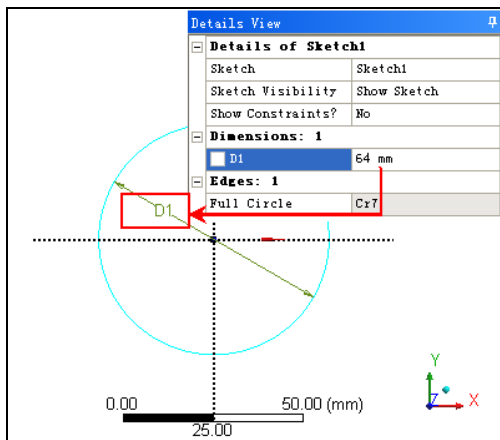

图 2-42 标注圆直径
- 步骤 02** 选择 Dimensions (尺寸) 面板中的 **General** (常规) 命令，单击选择圆，尺寸位置为圆标注尺寸，此时圆上显示的为符号标记 D1，如图 2-42 所示。